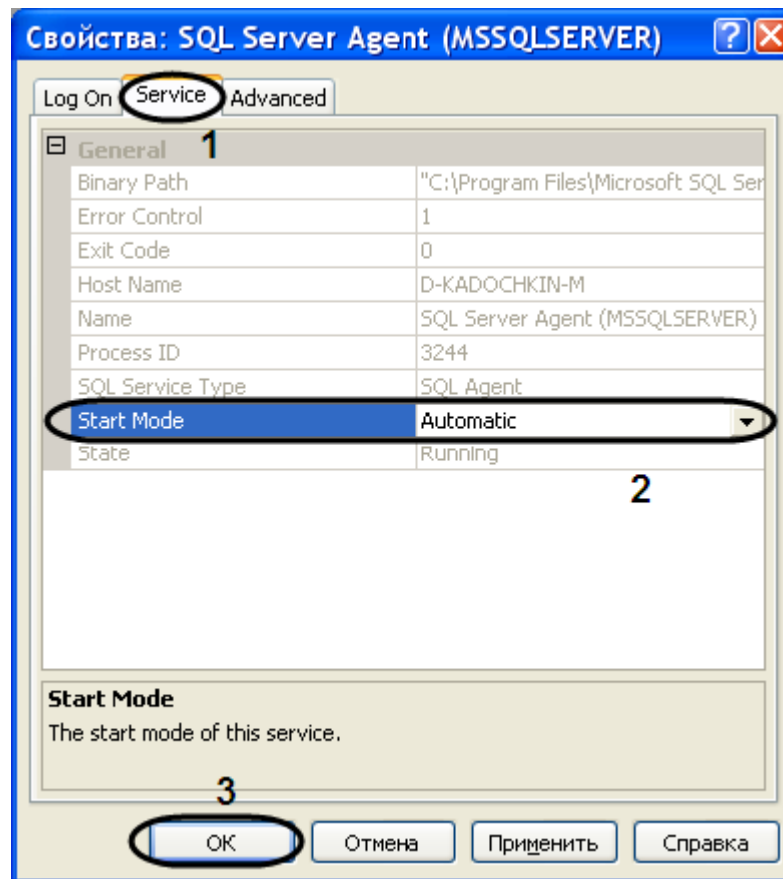

Рис. 11.3—2. Свойства "Sql Server Agent"
- 5.6. Для сохранения внесенных изменений нажать кнопку «OK» (Рис. 11.3—2, 3).
- 5.7. В результате проделанных операций параметру «Start Mode» было присвоено значение «Automatic» (см. Рис. 11.3—1, 4).